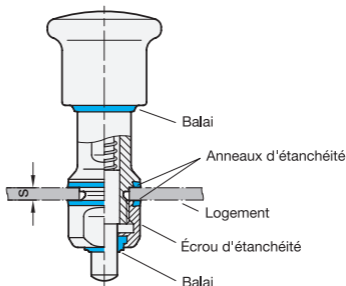

fig. 1
- Defective sealing rings must be replaced (Fig.1). Only use special sealing rings of the correct size (GN 7600)
The wiper (Fig. 1) cannot be replaced. The indexing plunger must therefore be replaced if the wiper is damaged, cracked or embrittled.
- Il faut donc tenir compte de la bonne position de montage (fig. 1).
- Il convient de respecter les longueurs de serrage adéquates pour garantir une étanchéité correcte (fig. 1).
- La position de montage illustrée sur la fig. 1 garantit un écoulement indépendant des liquides.